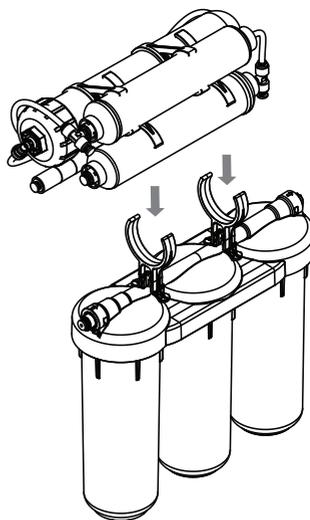

Рис. 8
4. Установите корпус мембраны с установленным на него посфильтром-минерализатором (наличие минерализатора зависит от модификации) в клипсы, установленные на скобе корпуса картриджей (рис. 8).